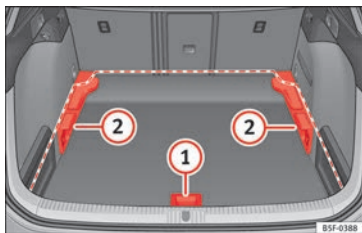
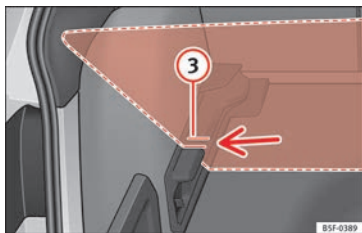

Fig. 181 Plancher de coffre à bagages modulable : positions.
Fig. 182 Plancher de coffre à bagages modulable : rainures inclinées.
» **fig. 181** ①, tirez-le vers l'arrière jusqu'à ce
» **fig. 181** ①, tirez-le vers l'arrière jusqu'à ce que la partie avant du plancher dépasse complètement les supports ②.
- Faites coïncider cette partie avant avec les rainures inférieures des supports en question et faites coulisser le plancher vers l'avant jusqu'à ce qu'il bute contre le dossier de la banquette arrière en abaissant en même temps le plancher avec la poignée ①.
- Relevez le plancher modulable avec la poignée » **fig. 181** ① et tirez-le vers l'arrière jusqu'à ce que la partie avant du plancher dépasse complètement les rainures inclinées » **fig. 182** ③.
- Faites passer le plancher par les rainures en question en vous aidant de la poignée ① jusqu'à ce qu'il bute contre le dossier de la